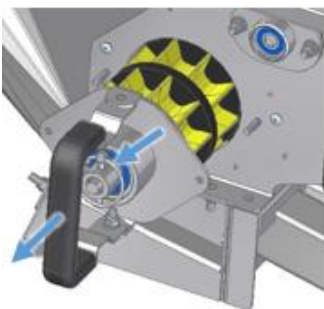

Figura 18
- Para poder extraer al mismo tiempo el eje de siembra y la brida de cojinete, el pasador entre el eje de siembra y la brida de cojinete debe permanecer insertado (véase Figura 18). Con el asidero plegable se puede sacar la brida y el eje de siembra de la unidad dosificadora con comodidad. Unos movimientos mínimos hacia arriba y abajo pueden facilitar este proceso.